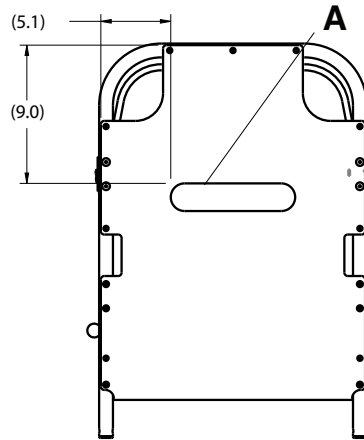

图 1 – 将 Velcro® 贴到 Fowler 靠背上
6. 撕掉 Fowler 靠背 Velcro® (A) 上的背衬, 将 Velcro® 贴到 Fowler 靠背 (图 1) 的表面。